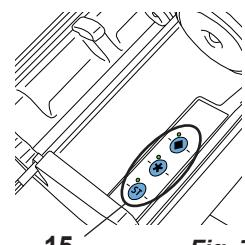

Fig. 7
- ⇒ Activer le programme de mélange en appuyant sur la touche de programme correspondante (15, Fig. 7).